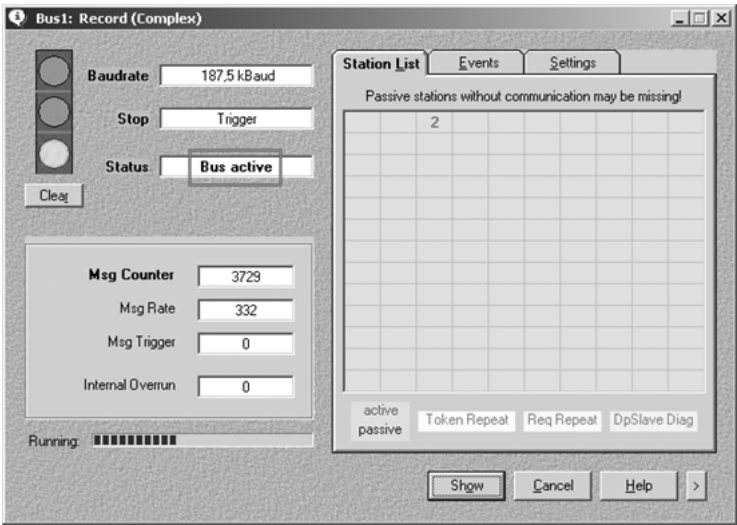

图 12-118 诊断结果
7) 诊断结果解读。如果显示“Bus active”状态，如图 12-118 所示，则意味着已启动记录，将记录事先定义的事件。右侧的方格中显示已经激活的站点，没有激活的站点不在其中显示，本例只显示了“2”号站。